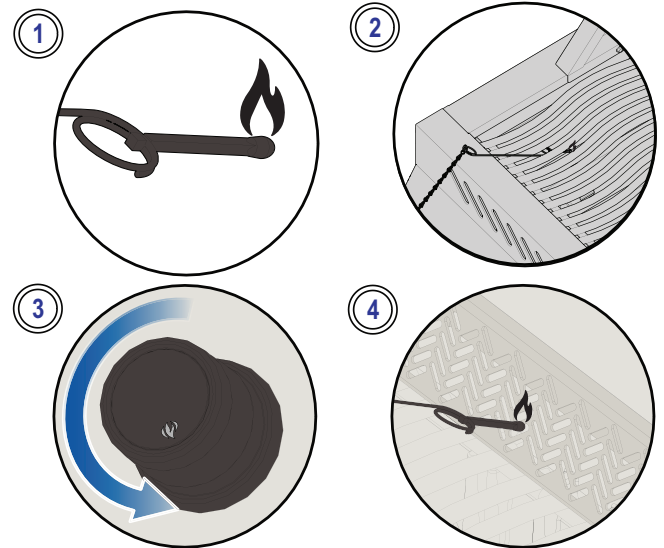

Fig. 3
2. Inserte el fósforo encendido entre las rejillas y las placas sobre los quemadores mientras gira la perilla correspondiente a la posición de llama alta. **(Fig. 3).**